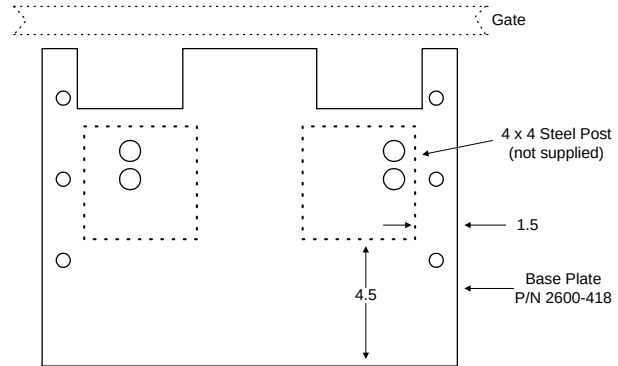

Figura 7
1. Montar el operador sobre el poste requiere el uso de una base (P/N 2600-418) y dos (2) 4 X 4 postes de acero (no proporcionados) soldados a la base como se muestra en figura 7. El largo del poste acerado y la profundidad de la base son determinados por condiciones de la tierra y requisitos locales de código. Sugerimos que usted contacte el departamento de construcción para determinar la profundidad requerida de la base, ya que las condiciones de la tierra y requisitos de código varían de ciudad a ciudad.